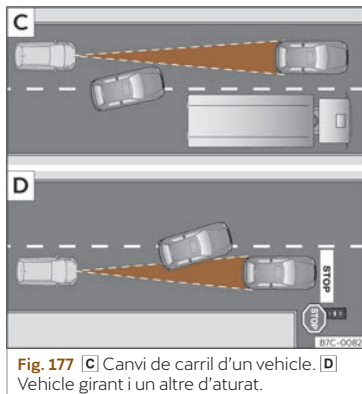

Fig. 177 [C] Canvi de carril d'un vehicle. [D] Vehicle girant i un altre d'aturat.
- Vehicles que canviïn al carril pel qual esteu circulant i a poca distància del vostre vehicle » **fig. 177** [C].
Podria ser que l'ACC no reaccionés davant de vehicles aturats. Si un vehicle detectat per l'ACC gira o s'aparta i davant seu hi ha un vehicle aturat, l'ACC no reaccionarà a la seva presència»» fig. 177 [D].